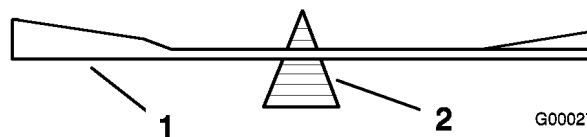
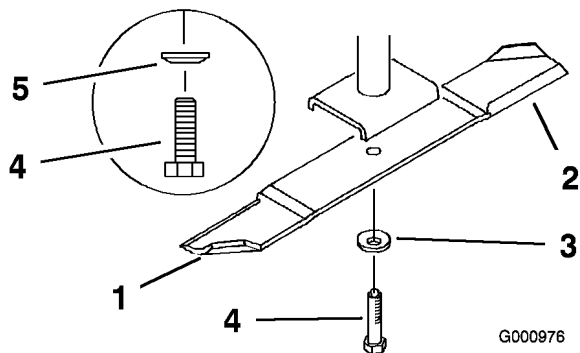

Figure 64
Figure 65
2. Retirez de l'axe le boulon, la rondelle élastique et la lame (Figure 65).
2. Vérifiez l'équilibre de la lame en la plaçant sur un équilibreur (Figure 64). Si la lame reste horizontale, elle est équilibrée et peut être utilisée. Si la lame est déséquilibrée, limez un peu l'extrémité de la partie incurvée seulement (Figure 65). Répétez la procédure jusqu'à ce que la lame soit équilibrée.
1. Placez la lame sur l'axe (Figure 65).
2. Installez la rondelle élastique et le boulon de la lame. Le cône de la rondelle élastique doit être dirigé vers la tête du boulon (Figure 65).